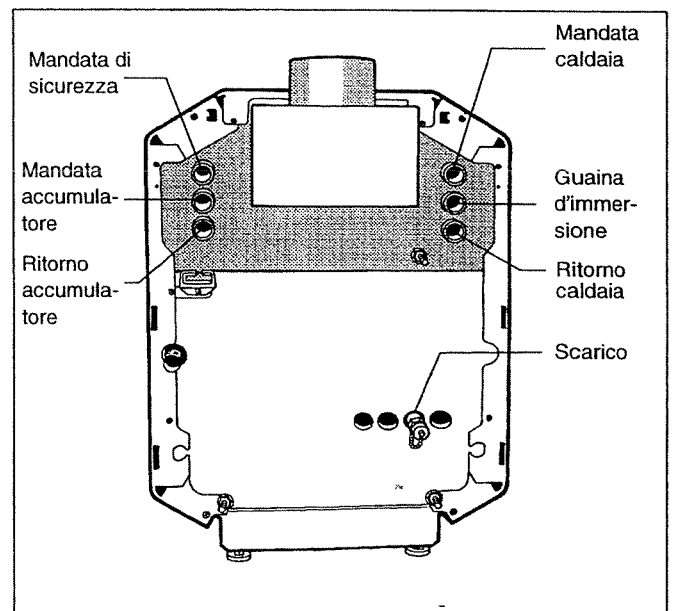

Fig. 6: Collegamenti dopo lo spostamento della guaina di immersione e del tubo di collegamento della mandata accumulatore
2. I collegamenti possono essere effettuati anche come da Fig. 6. In questo caso la guaina di immersione deve essere svitata con l'ausilio della chiave a tubo di formato SW 27 ed avvitata sul lato sinistro della caldaia (Fig. 6). Inoltre anche il tubo di collegamento della mandata accumulatore deve essere spostato sul lato destro. Tutti i collegamenti devono essere eseguiti come da Fig. 6.